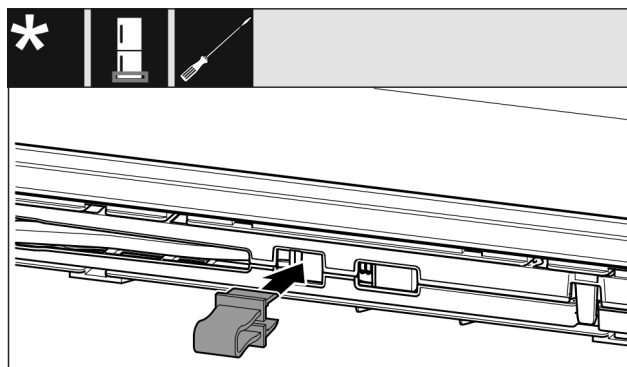

Fig. 14
- Inneastare il fermo nell'apertura Fig. 14 ().